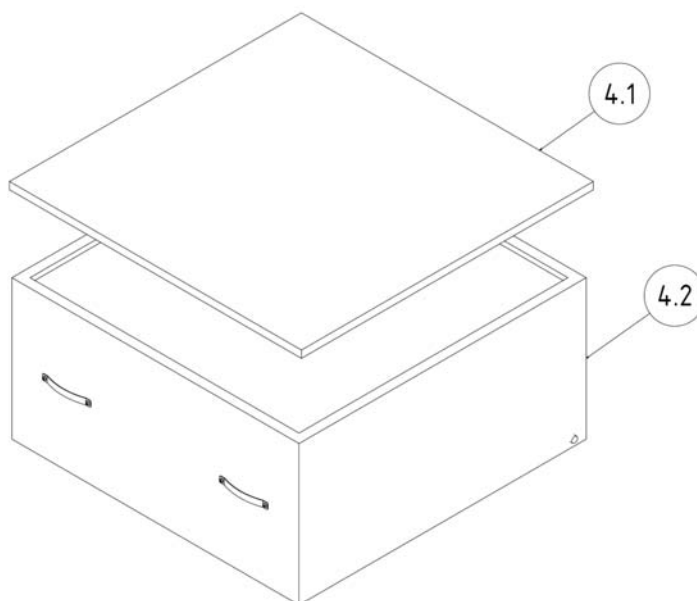

Figure 6, Structure du filtre
- Soulever légèrement le filtre principal (Fig. 6, réf. 4.2) au moyen des attaches sur le côté avant pour libérer le joint d'étanchéité de la surface d'appui et sortir environ deux tiers de celui-ci du boîtier de filtre de sorte que le filtre reste déposé avec ses tenons sur les profils de guidage latéraux.